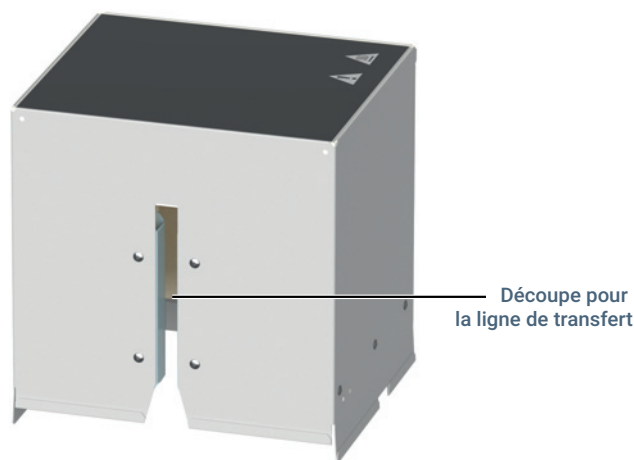

Figure 5. Partie découpée pour la ligne de transfert de l'enceinte thermique de la vanne
- 1 Localisez la partie découpée pour la ligne de transfert de l'enceinte thermique de la vanne et alignez-le avec la ligne de transfert (**Figure 5**).